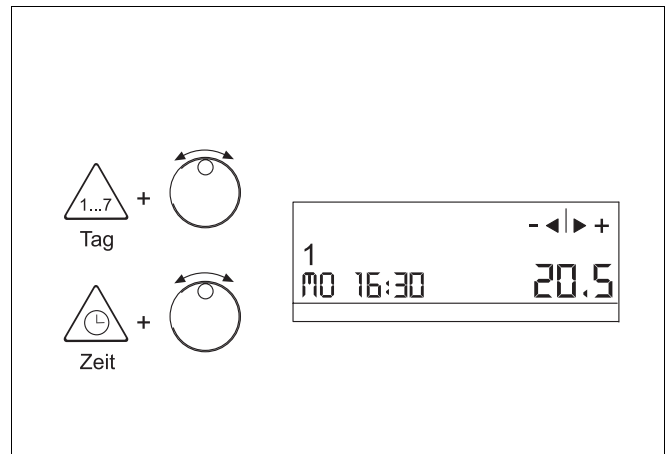

Abb. 5 Wochentag und Uhrzeit einstellen
- ▶ Taste „Tag“ (Abb. 5) drücken und gedrückt halten.